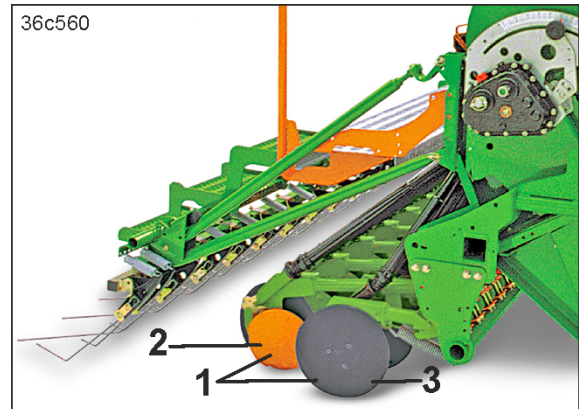

Рис. 75
Сошник RoTeC Control (Рис. 75/1) призначений для укладання насіння у зорані або мульчовані ґрунти, також з великою кількістю соломи і рослинних залишків.
Завдяки спіранню сошника на дисковий/роликовий обмежувач глибини (Рис. 75/2) і високому тиску сошника він рухається особливо спокійно і утримує точну глибину закладення посівного матеріалу.
- для очищення заднього боку сталевого диска (Рис. 75/3).